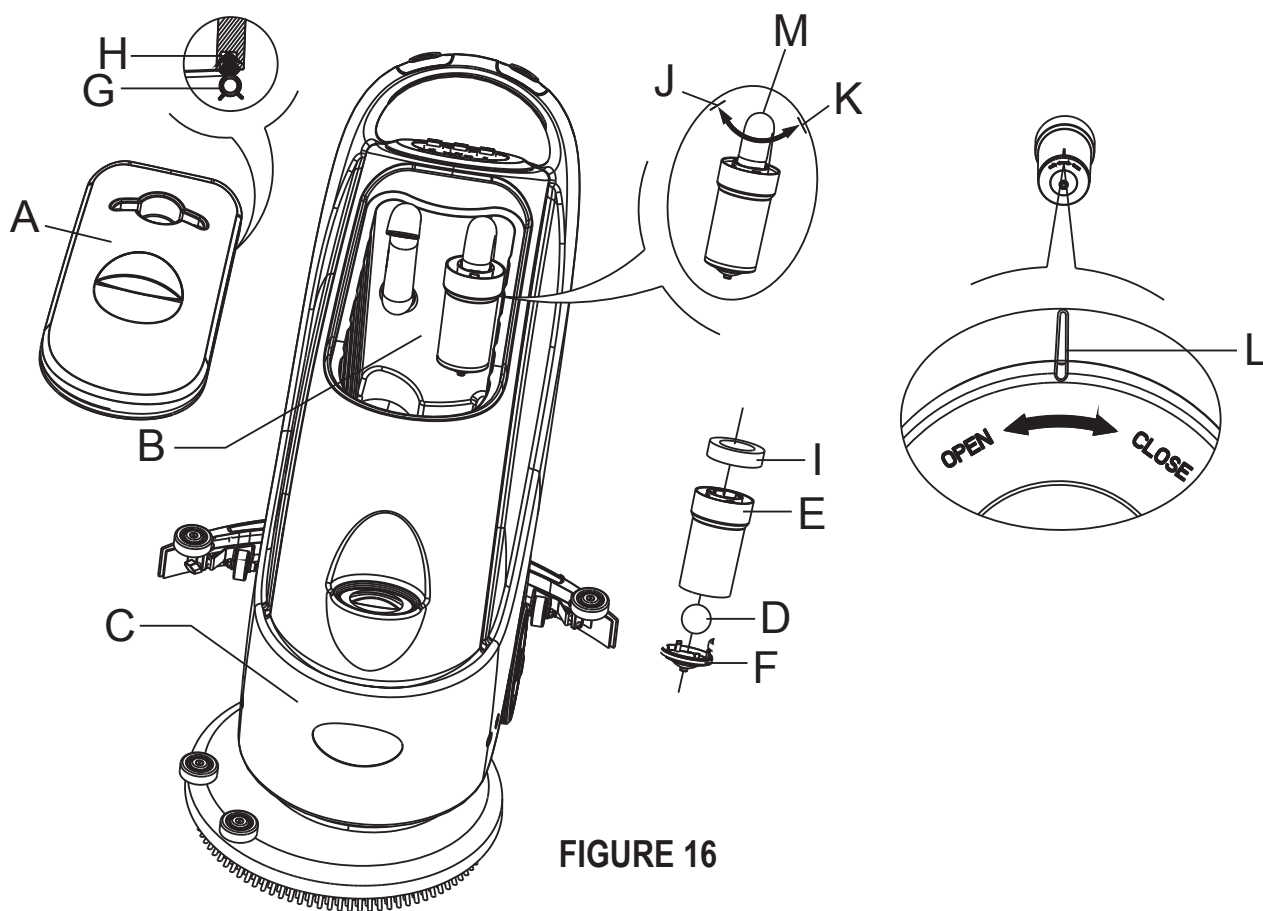

FIGURE 16
2. Appuyez sur l'interrupteur principal (41) pour le mettre sur "O" et éteindre la machine.
3. Ouvrez le couvercle du réservoir de récupération (A, Figure 16) et démontez le mécanisme du flotteur (36) situé à l'intérieur du réservoir.
4. Rincez à l'eau claire le couvercle du réservoir de récupération (A), le réservoir (B et C) et le boîtier du filtre (E). Vidangez toute l'eau du réservoir d'eau.
5. Si nécessaire, en vous référant aux symboles « Ouvrir » et « Fermer » repérés sur la Figure 16, ouvrez le bouchon inférieur (F) du filtre et nettoyez le flotteur (D), le boîtier du filtre (E) et le joint du filtre (I). Après avoir nettoyé ces différents éléments, refixez le flotteur sur le support (E) puis alignez la fente (L) du bouchon inférieur (F) du filtre sur la fente (L) située sur le boîtier du filtre (E). Remettez le bouchon inférieur (F) du filtre du flotteur en le serrant bien, remettez le joint du filtre (I) sur le boîtier (E), puis sur le tube d'aspiration (M).
6. Examinez le joint ou la garniture d'étanchéité (G) du couvercle du réservoir de récupération. Si nécessaire, sortez le joint d'étanchéité (G) de son logement (H) et le remplacer. Lors de la mise en place du joint neuf, comme illustré sur la Figure 16 ci-dessous, installez le connecteur de la section intermédiaire de la partie arrière.